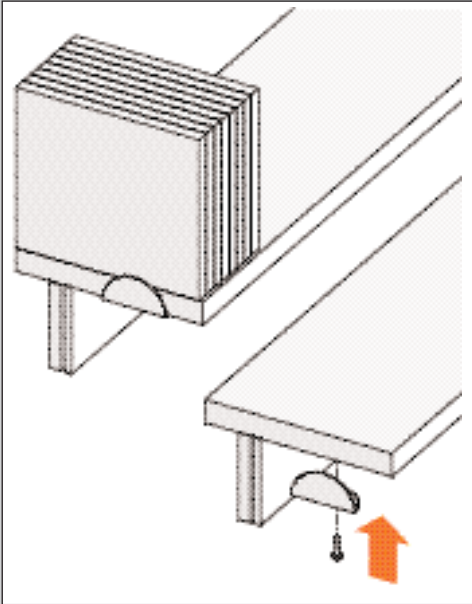

ABBILDUNG 68
- Den Befestigungswinkel an der Unterseite des Ablagebords festschrauben (siehe Abb. 68).